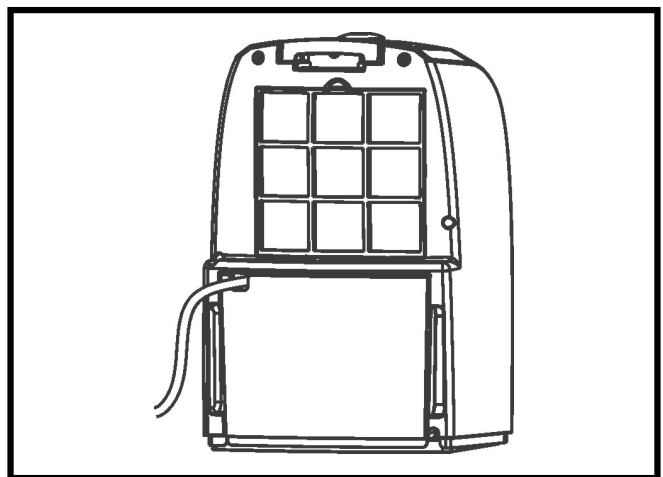

Fig. 6
4. Nádržku vložte na její místo (FIG. 6).